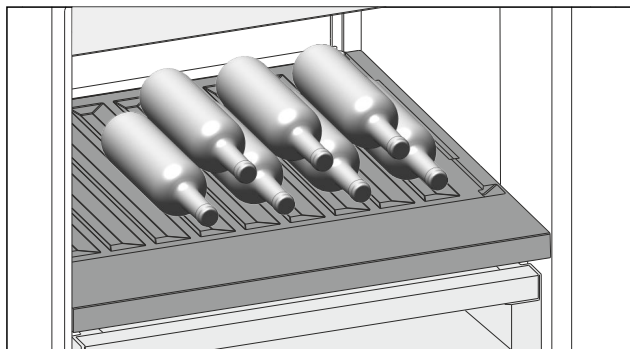

Fig. 146 Példaként szolgáló ábrázolás
- ▶ A palackokat az aljukkal hátrafele helyezze a hátfalhoz. (lásd Fig. 146)